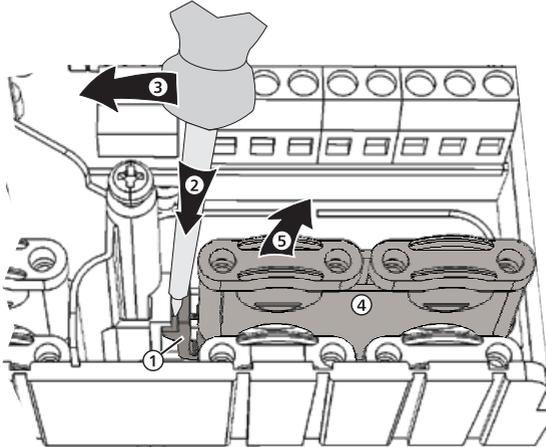

Fig. 5 : Retrait du pont de plastique droit
1. Entre le boîtier et la borne à ressort ①, placez ② le tournevis plat au niveau du pont de plastique droit (fig. 5).
2. Appuyez le tournevis plat avec précaution vers la gauche ③. Soulevez ainsi la borne à ressort ① vers la droite jusqu'à ce que le pont de plastique ④ soit dégagé.
3. Tirez à la main le pont de plastique vers le haut ⑤.